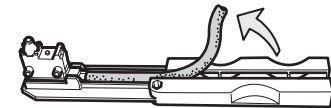

Abb. 9
- ▶ Kabel vom Ende her aus der Montagehilfe herausnehmen (Abb. 9).